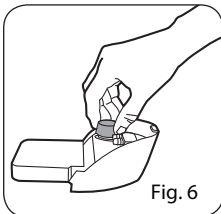

Fig. 6
2. Afloje la tapa en la parte superior del tanque (Fig. 6).
4. Vuelva a poner la tapa y enrósquela firmemente (Fig. 6).